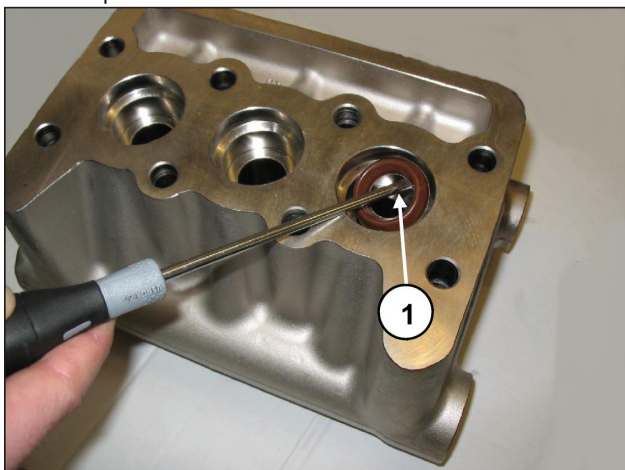

Fig. 30
- C) Extraire les bagues d'étanchéité haute pression de la culasse et celles basse pression du support correspondant en utilisant des outils ordinaires indiqués Fig. 30, rep. ① en ayant soin de ne pas endommager les sièges correspondants.